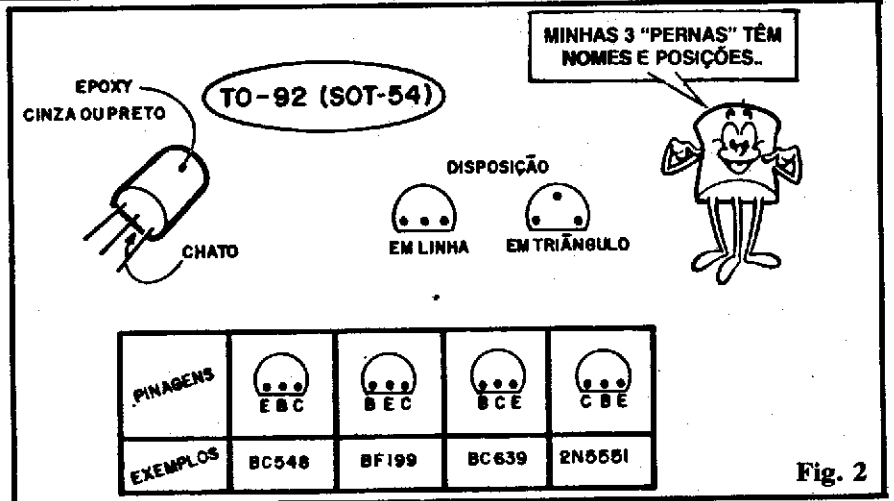

Fig. 2
- FIG. 2 - Um dos invólucros mais comuns, atualmente, nos transistores de baixa potência: o modelo TO-92 (também "chamado" de SOT-54). É o tal cilindrinho de epoxy escuro, com um lado achatado. Os três terminais apresentam-se, basicamente, em duas configurações (mostradas na figura): em linha ou em "triângulo". Já quanto à ordem ou identificação da pinagem, a "coisa engrossa"! Só pelos componentes/exemplos citados na figura, já dá pra perceber que existem pelo menos quatro ordens diferentes de pinagem (E-B-C, B-E-C, B-C-E e C-B-E...) encontradas nesse tipo de encapsulamento.